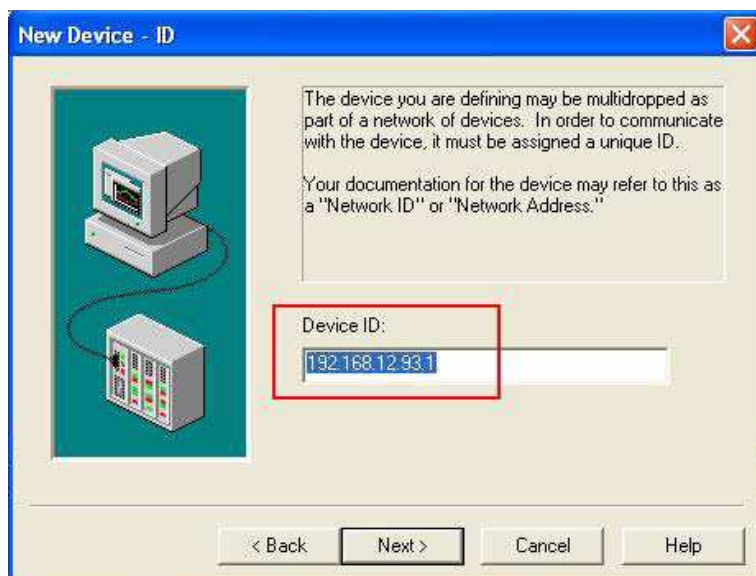

Рис. 8
2.6 Используя IP-адрес ioLogik E2210 и его ID, введите ID нового устройства (запись должна выглядеть следующим образом: **192.168.127.254.0**, где 192.168.127.254 – адрес по умолчанию и 0 - ID. (Рис. 8). После ввода ID нажмите **Next**.